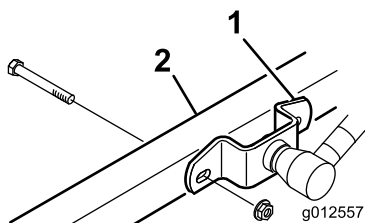

図 2
3. カッティングユニットを下降させ、昇降アームブラケットをキャストアームに固定している 4 本のボルトとナットを外す 図 2。